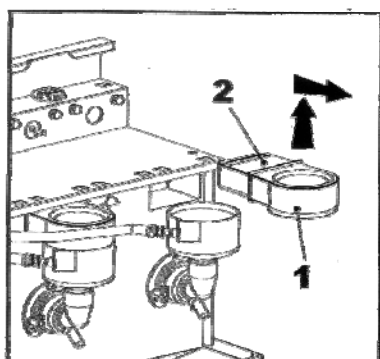

Рисунок 5.04.2
- Снимите взбиватель-мешалку и крышку выпускной воронки мешалки. Для этого возьмитесь за обе части, потяните вверх до тех пор, пока они не выйдут из воронки мешалки. Затем потяните на себя до их полного высвобождения (рисунок 5.04.2).